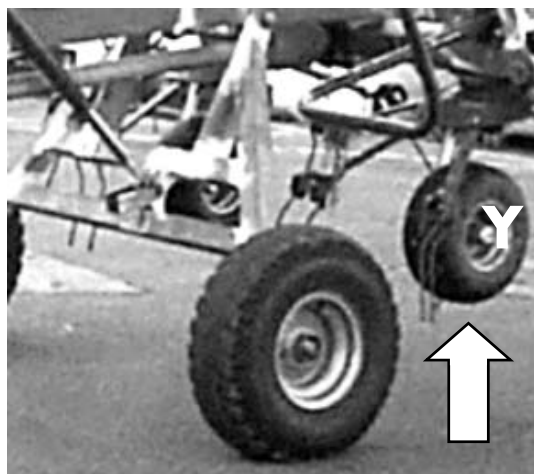

Fig. 3-6
1. Faire sortir le vérin hydraulique du train de roulement jusqu'à ce que les roues (Y) soient juste dégagées du sol (fig. 3-6).